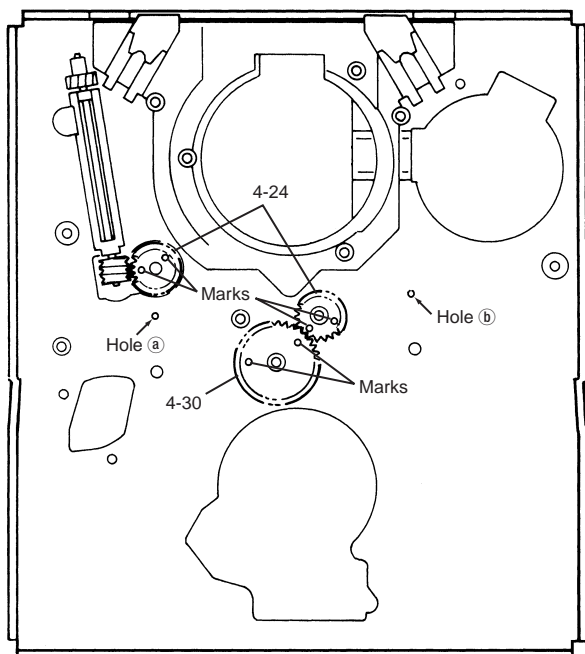
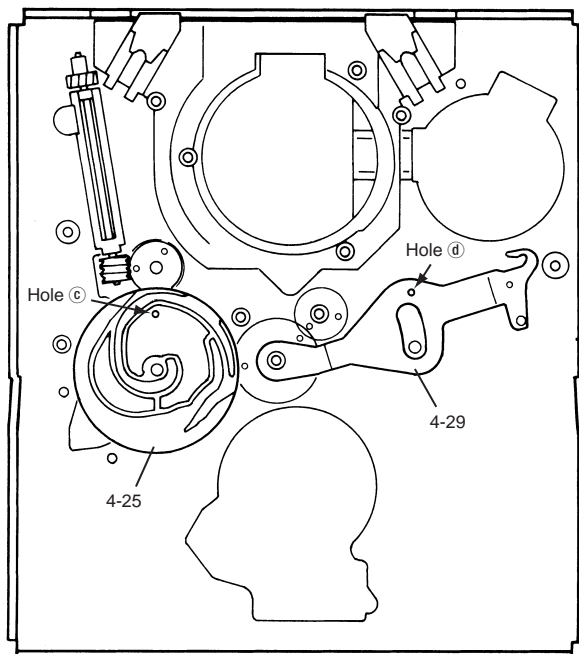

Fig. 3-1
Fig. 3-2
As shown in Fig. 3-1, install 4-24 and 4-30 so that the two marks are visible.
- 1) Install 4-25 so that hole ㉓ in 4-25 in Fig. 3-2 is aligned with hole ㉑ (Fig. 3-1) in the mechanism chassis. (Using a 1 mm dia. rod, pass it through the both holes to see if they are aligned with each other. Whenever checking holes for alignment hereafter, employ this method.)
- 2) Similarly, install 4-29 so that hole ㉔ in 4-29 in Fig. 3-2 is aligned with hole ㉒ (Fig. 3-1) in the mechanism chassis.
4-24, 4-30は図3-1のように、マーク2個が表側になるように取り付ける。
- 1) 図3-2の4-25の穴 ㉓とメカシャーシの穴 ㉑ (図3-1) が一致するように、4-25を取り付ける。
- 2) 同様に、図3-2の4-29の穴 ㉔とメカシャーシの穴 ㉒ (図3-1) が一致するように、4-29を取り付ける。